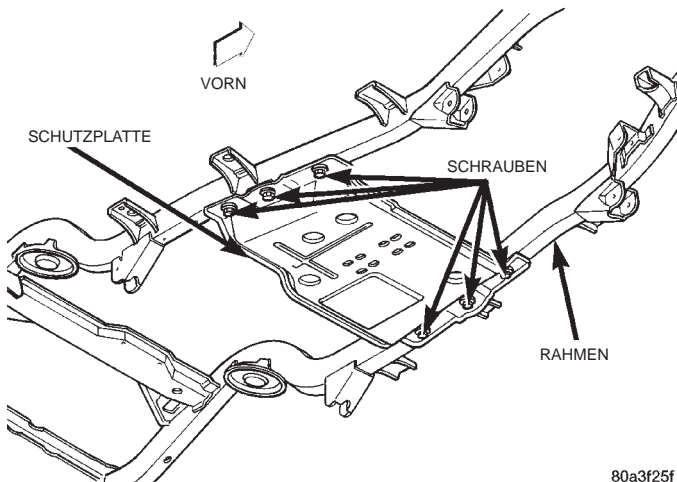

Abb. 6 Schutzplatte des Verteilergetriebes
- (4) Die Befestigungsschrauben lösen, mit denen die Schutzplatte am Rahmen befestigt ist (Abb. 6).
- (5) Die Schutzplatte vom Fahrzeug abbauen.